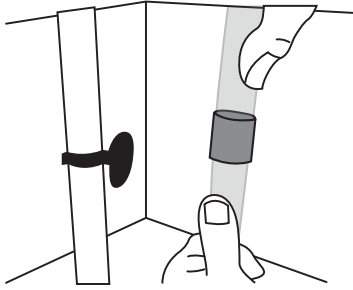

Fig 10
20. Ponga la manguera dentro del bastón. Debe de hacerlo de 2.5 a 3 cm. Fig 10.